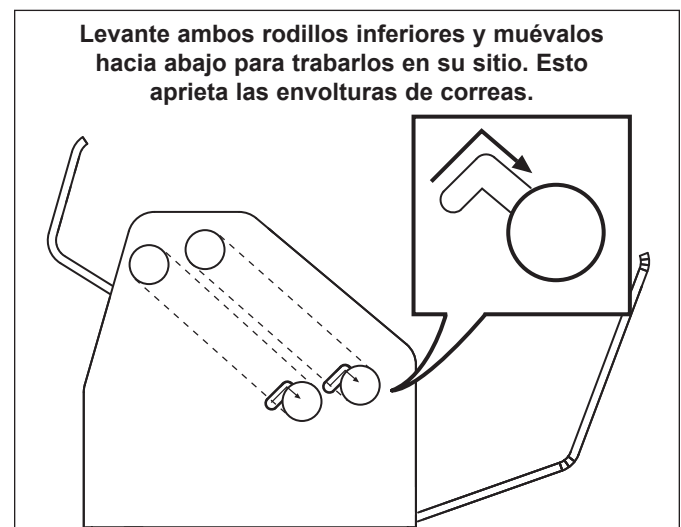

Figura 14. Restaurar la tensión de la envoltura de la correa
NOTA: La envoltura de correa inferior debe instalarse pasándola alrededor del rodillo inferior de atrás, por arriba a través de la unidad y alrededor del rodillo superior posterior. El pasador conector debe apuntar a la parte de abajo de la unidad. El punto de conexión debe concordar con la Figura 14.
6. Regrese los rodillos inferiores a la tensión completa levantando y luego moviendo hacia abajo cada rodillo para fijarlo en su sitio (Figura 14).